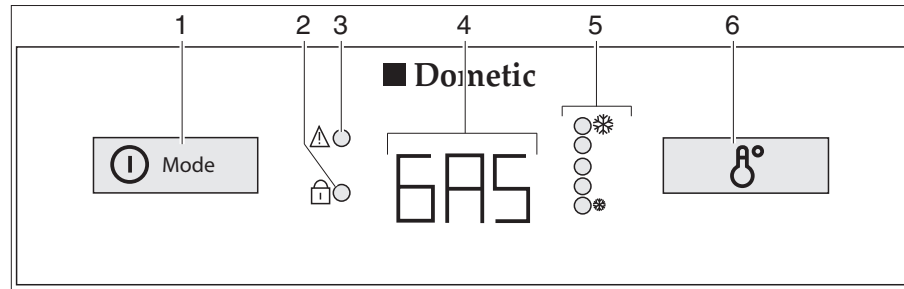

Fig. 353 Boutons de commande pour le réfrigérateur (Dometic Série 8 avec AES)
En cas de dysfonctionnement, l'indicateur DEL de dysfonctionnement "⚠" (Fig. 353,3) clignote.
Lorsque l'alimentation 230 V n'est **pas** branchée et le moteur du véhicule est à **l'arrêt**, le AES choisira automatiquement l'alimentation en gaz. Dès que le fonctionnement au gaz est activé, la veilleuse de sécurité s'ouvre automatiquement, de sorte que le gaz peut arriver au brûleur. En même temps, l'allumage électronique est connecté. Si la flamme s'éteint, p. ex. en raison d'un courant d'air, l'allumage s'active automatiquement et rallume le gaz. En cas de dysfonctionnement du régime au gaz, le texte "GAS" clignote dans le voyant de contrôle (Fig. 353,4).
Lorsque le réfrigérateur est mis en marche, il choisit automatiquement la température moyenne du thermostat. Ce réglage peut cependant être corrigé manuellement à l'aide d'interrupteur réglage de la température (Fig. 353,6). Les indicateurs DEL (Fig. 353,5) indiquent le réglage du thermostat sélectionné. La température de réfrigération de tous les trois types d'énergie est réglée par le même interrupteur. Il faudra attendre quelques heures jusqu'à ce que le réfrigérateur ait atteint sa température normale de réfrigération. Il garde toutefois son réglage de température lorsqu'on change d'un mode à un autre. La température de réfrigération est maintenue indépendamment du type d'énergie choisi.
- Appuyer sur le commutateur/sélecteur de source d'énergie (Fig. 353,1) pendant 2 secondes pour mettre l'appareil en marche. Le dernier mode de fonctionnement sélectionné est indiqué dans le voyant de contrôle (Fig. 353,4).
- Choisir le type d'énergie à l'aide du commutateur/sélecteur de source d'énergie (Fig. 353,1).
- Régler la température de refroidissement sur l'interrupteur de réglage de la température (Fig. 353,6). Les indicateurs DEL (Fig. 353,5) indiquent le réglage du thermostat sélectionné.
- Appuyer pendant 2 secondes sur le commutateur/sélecteur de source d'énergie (Fig. 353,1). Tous les indicateurs s'éteignent.